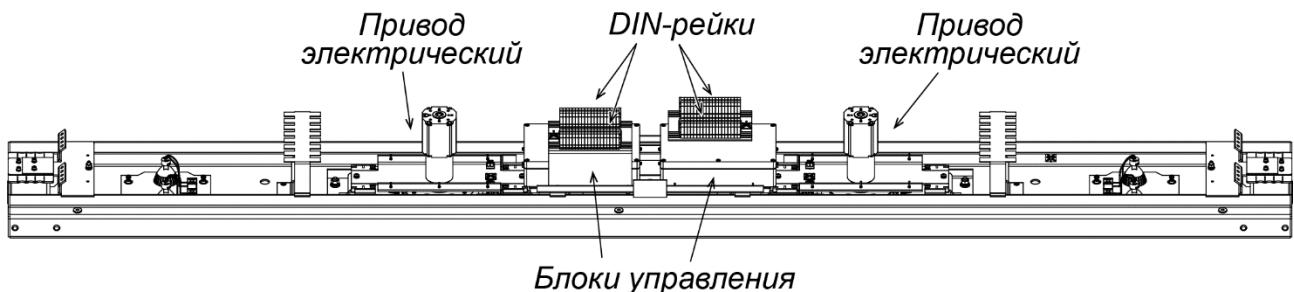

Рисунок 3. Вид балки привода турникета PERCo-RTD-20.1 без крышки
В модификации турникета **PERCo-RTD-20.1** в исполнительных механизмах применены электроприводы роторов (см. рис. 3). Электропривод в режиме *однократного прохода* после начала прохода через турникет и поворота вручную ротора на угол  $>12^\circ$  автоматическиоворачивает ротор в том же направлении до исходного (закрытого) положения ротора. В режиме *свободного прохода* электропривод включается только для торможения створок около исходного положения.
**Блок управления** (см. рис. 3 и 4) каждого ИУ выполнен в виде отдельной платы в закрытом пластиковом корпусе. Он осуществляет управление ИУ в соответствии с алгоритмом и поступающими командами управления.
Для удобства подключений все внешние соединения блока управления выведены на DIN-рейку (см. рис. 3 и 4, табл. 1), расположенную на кронштейне над блоком управления внутри балки привода. Подводка кабелей от внешних устройств к DIN-рейкам возможна двумя способами: